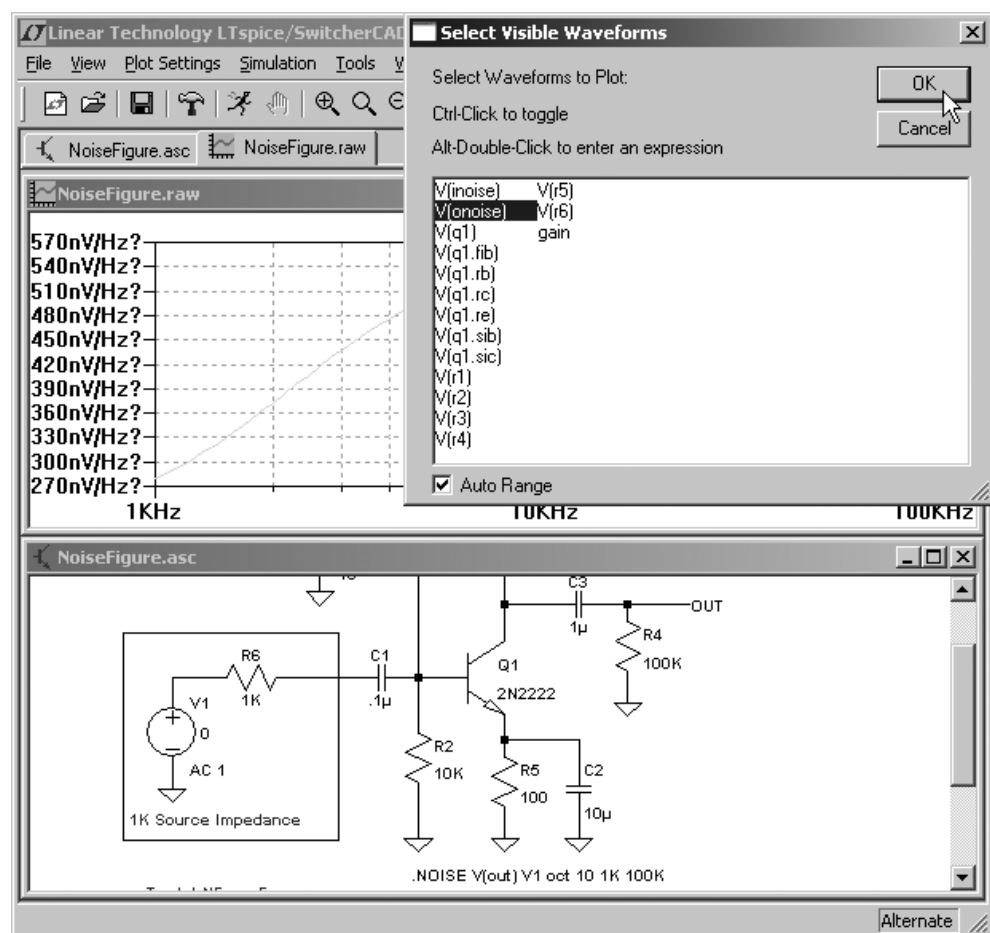

Рис. 4.14. Отображение результатов анализа шума
**Run** (Запустить) или щелкнув по иконке  на панели инструментов, запустим выполнение анализа шума. После окончания симуляции будет получено окно, изображенное на рис. 4.14.